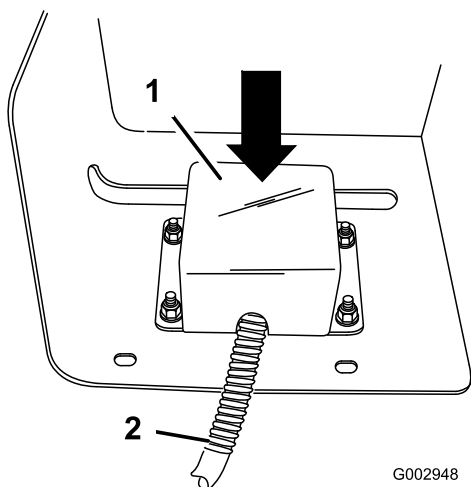

Figura 54
16. Instale a tampa dos cabos de interruptor por cima dos interruptores e em torno dos cabos (Figura 54) e fixe-a com 4 parafusos de cabeça de flange (1/4 x 3/4 de polegada) e 4 porcas flangeadas (1/4 polegada).